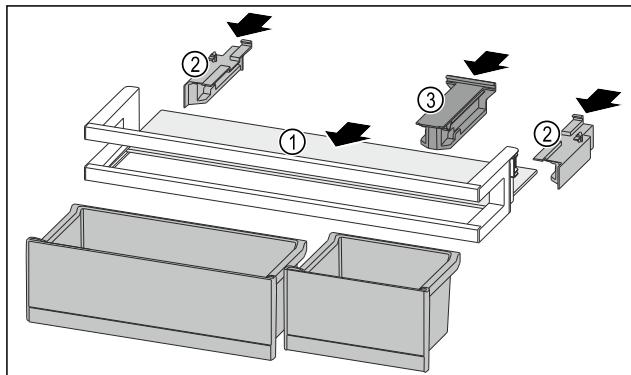

Fig. 100
- Odlagalno polico Fig. 100 (1) vstavite v stranske utore.
- Vstavite stranske dele Fig. 100 (2).
- Vstavite držalni del Fig. 100 (3).